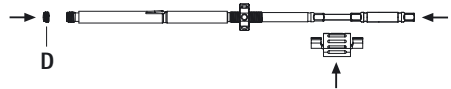

Afb. 11
- Schroef de spanmoer C op de binnenhuls, zie Afb. 11.